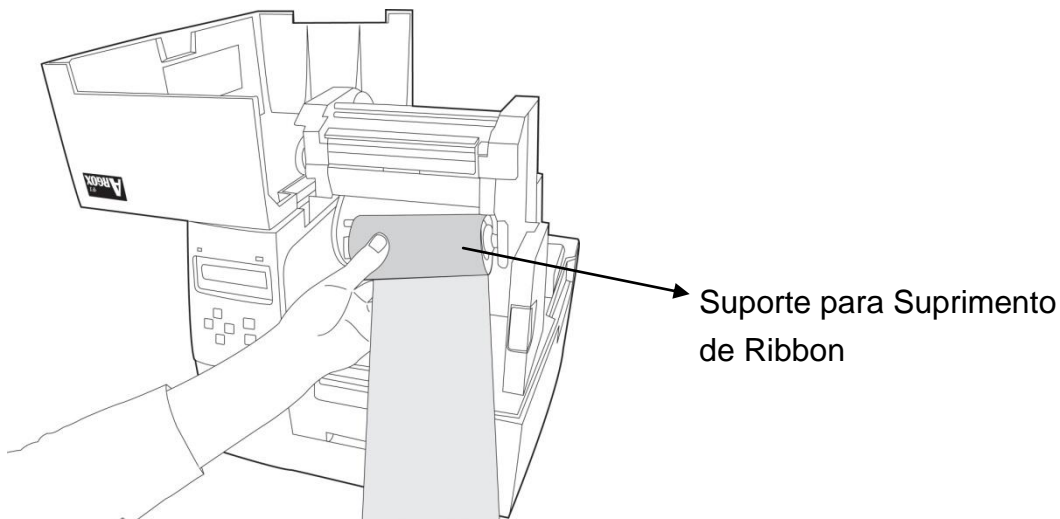

Figura 6
66. Insira o rolo de ribbon no suporte de suprimento. Primeiro encaixe o lado direito e em seguida o lado esquerdo. Certifique-se de que o lado revestido do ribbon esteja voltado para baixo. (figura 6)